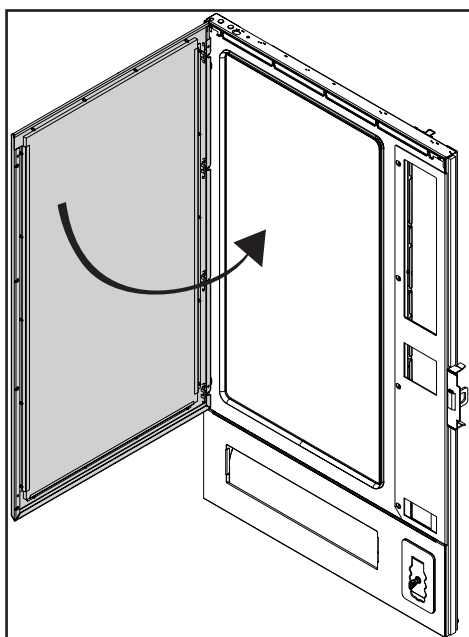

Fig. 34
1. Fermer la protection antichoc (fig. 34).